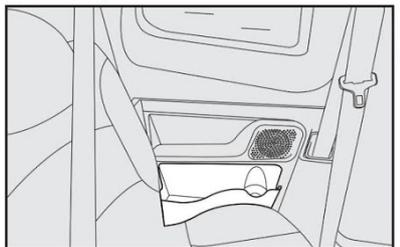

fig. 138
- sede para alto-falantes na lateral traseira da Strada Adventure Cabine Dupla fig. 138;